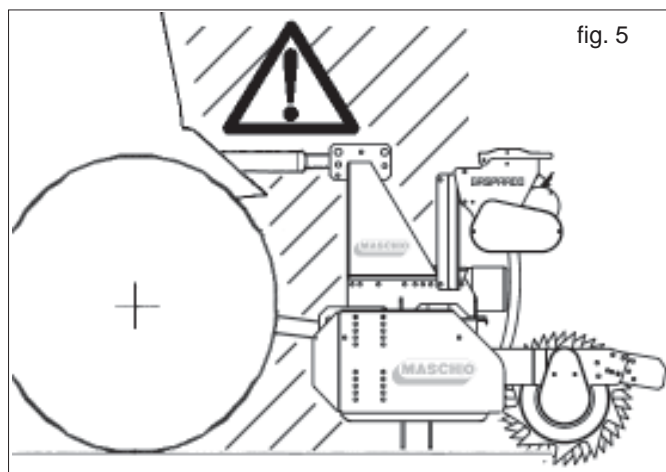

fig. 5
- 25) Es absolutamente prohibido colocarse entre el tractor y el gancho para mover el mando de elevación, desde el exterior. (Fig. 5).
- 26) Es absolutamente prohibido colocarse entre el tractor y el equipo (Fig. 5) mientras el motor esté encendido, no se encuentre accionado el freno de mano y no se haya colocado debajo de las ruedas, un cepo de las dimensiones adecuadas, que sirva como bloqueo.